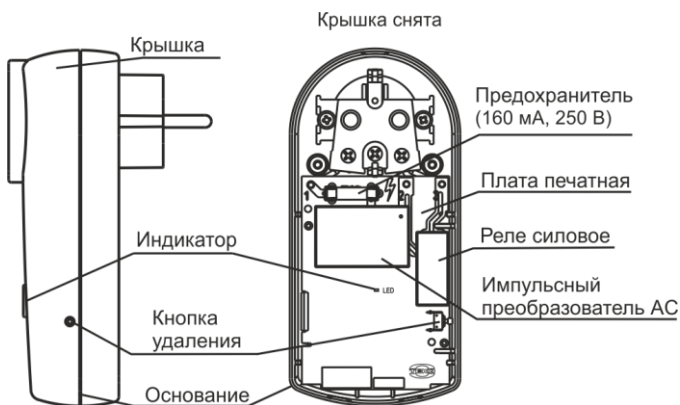

Рисунок 2
4.1 Конструктивно БРР выполнен в корпусе, совмещенном с вилкой и розеткой на 230 В. Внутри корпуса находится печатная плата с радиоэлементами (рисунок 2).